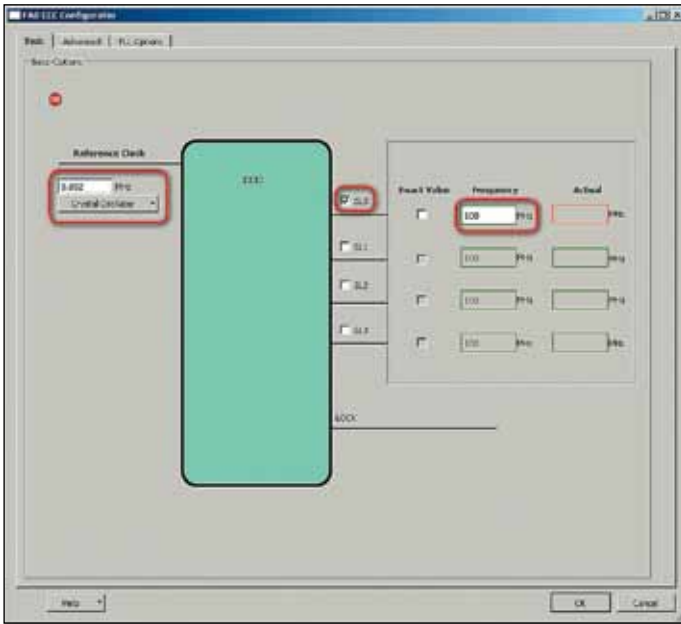

Рис. 10. Окно конфигурации IP-ядра формирователя тактовой частоты
- одиночный щелчок левой кнопкой мыши по гаечному ключу с шестеренкой в правом нижнем углу изображения IP-ядра. В любом случае мы увидим окно конфигурации нашего IP-ядра (рис. 10). Сделаем следующее: